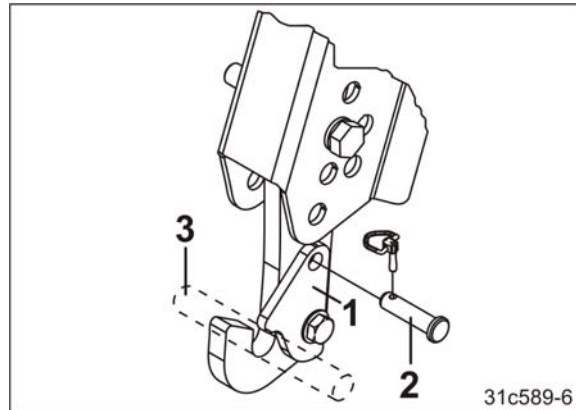

図 108
2. 固定プレート（図 108/1）のロックを外してください。
- 2.1 ピン（図 108/2）を引き抜きます。
5. シードドリルの下側の支持点（図 108/3）に拘束フックをかけてください。
7. 固定プレート（図 108/1）を旋回させ、1本のピン（図 108/2）をそれぞれ差し込んでください。ピンをリンチピンで固定してください。